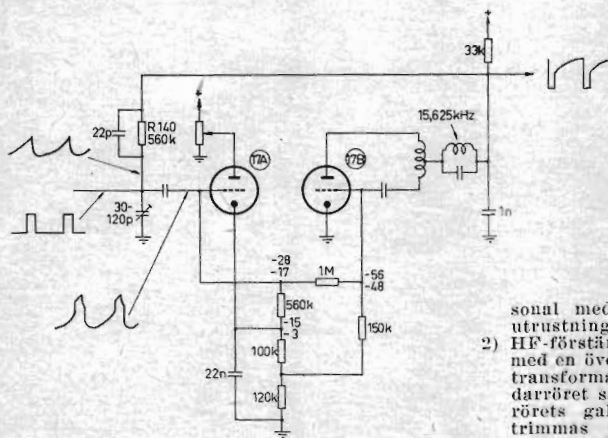

Fig. 3. Förenkladt principschema för linjeoscillatorn. Spänningens vågform i olika punkter är antydd. Jfr fig. 4.
Linjeoscillatorn är en modifierad blockeringsoscillator. Ett förenklat schema återfinnes i fig. 3. Anodspänningen påmatas blockeringsoscillatorn via en till linjefrekvensen avstånd stabiliseringskrets. Oscillatorn styres av en likspänning, som uttages från första triodens (A) katod. Denna spännings storlek bestämes av